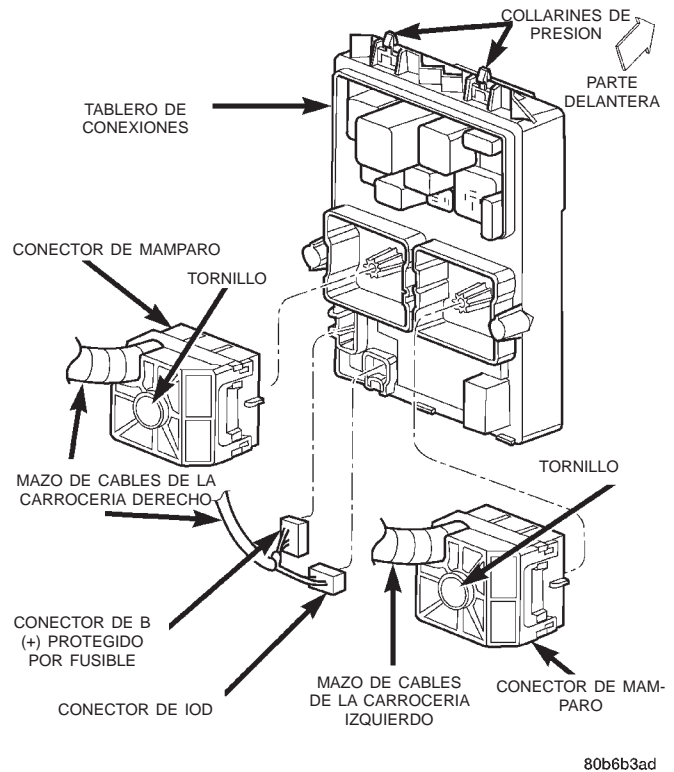

Fig. 36 Conexiones del tablero de conexiones
(18) Retire las cuatro tuercas que fijan la columna de dirección en los pernos del soporte de la columna de dirección del tablero de instrumentos.
(19) Retire la columna de dirección del tablero de instrumentos. Asegúrese de que el volante de dirección se encuentre bloqueado y no gire a fin de evitar que se pierda la centralización del muelle de reloj.
(20) Desconecte los conectores izquierdo y derecho de mamparo del mazo de cables de la carrocería, el conector del mazo de cables de consumo con encendido en posición OFF (IOD) y el conector del mazo de cables del circuito B (+) protegido por fusible de los receptáculos del conector del tablero de conexiones (Fig. 36).